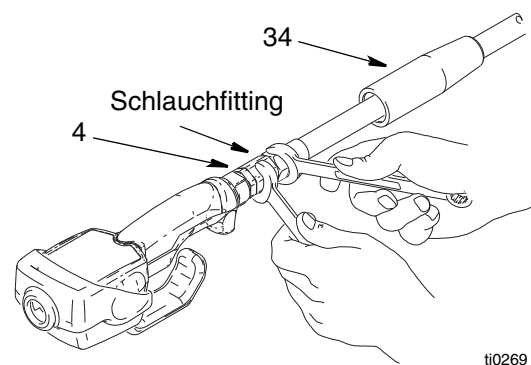

ABB. 6
2. Die drehbare Abdeckung (34) auf den Schlauch gleiten lassen, das kleinere Ende zuerst, bevor das Schlauchfitting an die Drehvorrichtung (4) angeschlossen wird ABB. 6.
3. Gewindedichtmittel auf das Außengewinde des Schlauchfittings auftragen. Das Schlauchfitting in die Drehvorrichtung einfädeln (4) und fest anziehen ABB. 6.